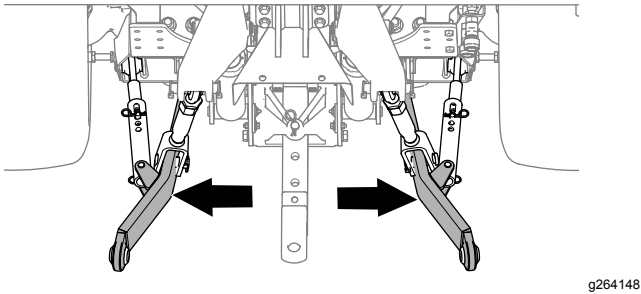

Bild 20
- Schwenken Sie die Stützarme (**Bild 20**) ganz nach außen, siehe *Betriebsanleitung* der Zugmaschine.